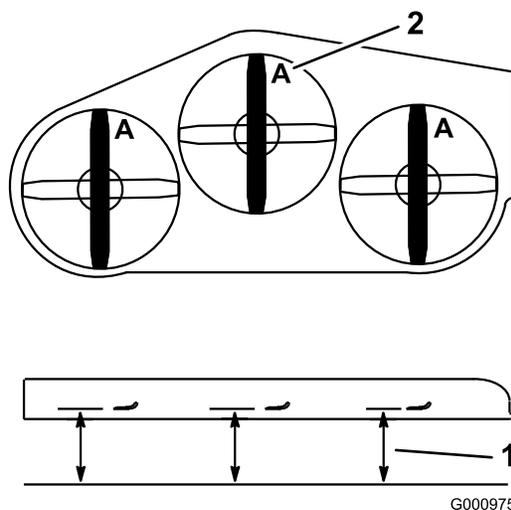

Figura 76
3. Gire las cuchillas hasta que los extremos estén orientados hacia adelante y hacia atrás (Figura 76). Mida desde una superficie nivelada hasta el filo de corte, posición **A**, de las cuchillas (Figura 76). Anote esta dimensión.